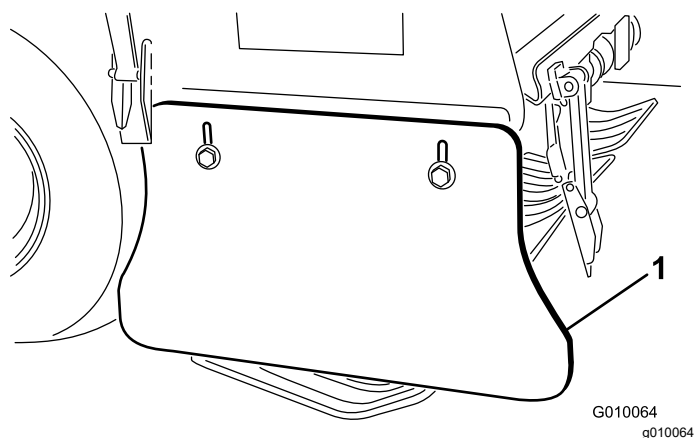

Figura 67
2. Slăbii uruburile i piuliile care fixează protecția laterală pe cadru (Figura 67).